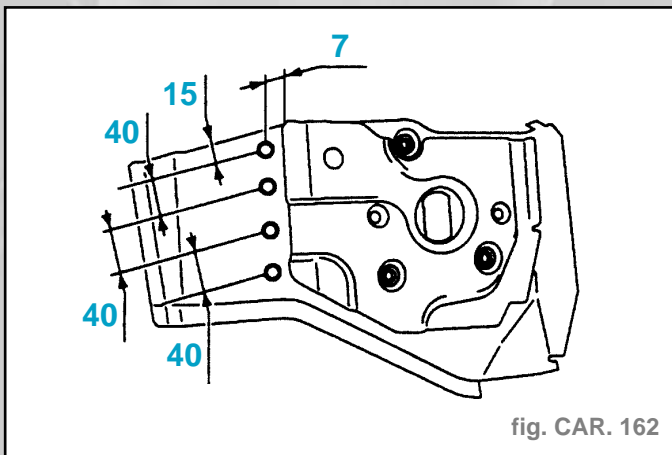

fig. CAR. 162
- Tracer, puis percer à diamètre **6,5 mm** pour soudage ultérieur par points bouchons (fig. CAR. 162).